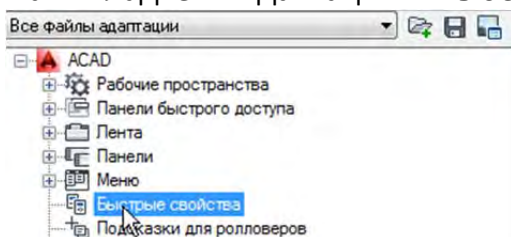

Рисунок 2.19 Выбор панели «Быстрые свойства» для адаптации
1. На вкладке «Адаптация» выберите «Быстрые свойства» (рисунок 2.19).